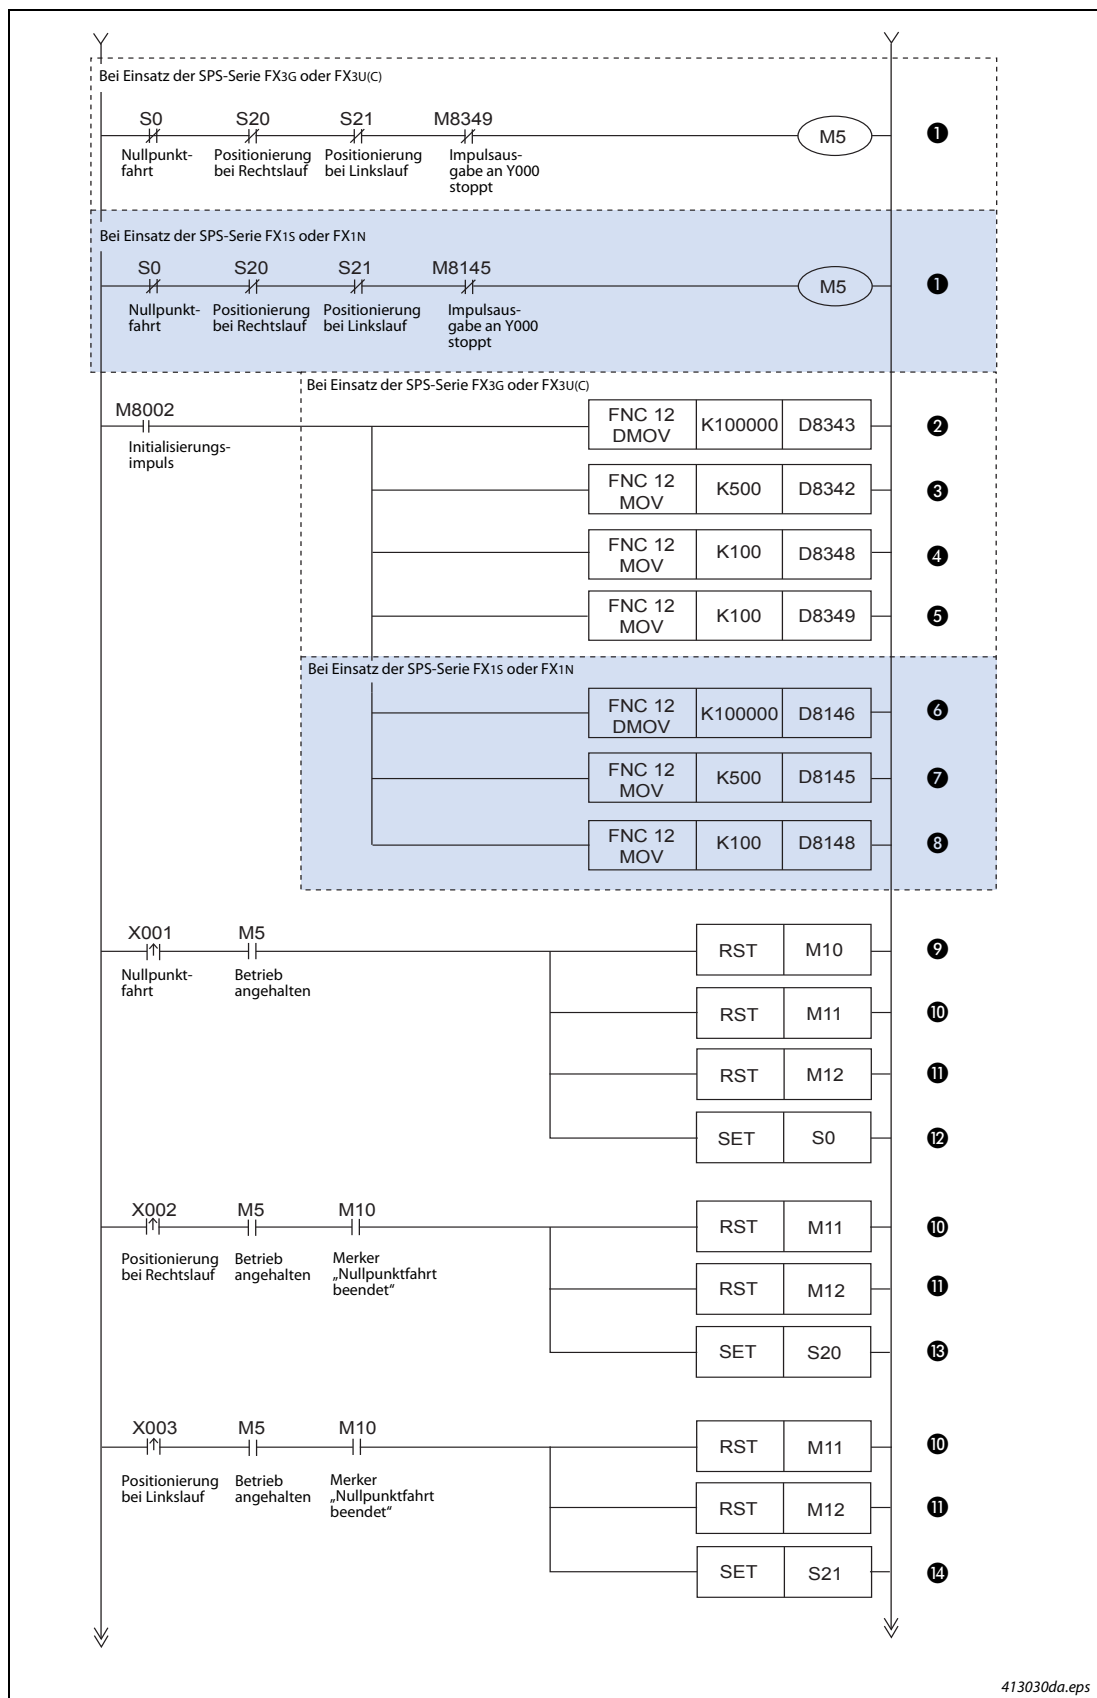

Abb. 4-3: Kontaktplan des Programmbeispiels (2)
❶	Bei einem Signal am Eingang X000 oder fehlendem Signal an Eingang X006 wird die Impulsausgabe an Y000 unverzüglich gestoppt.
❷	Rücksetzen des Merkers „Nullpunktfahrt beendet“.
❸	Rücksetzen des Merkers „Positionierung bei Rechtslauf beendet“
❹	Rücksetzen des Merkers „Positionierung bei Linkslauf beendet“
❺	Freigabe der Nullpunktfahrt durch die Ausgabe des Löschssignals (CLEAR-Signal an Ausgang Y010)
❻	Nullpunktfahrt wird durch Ausgabe des Löschssignals CLEAR am Ausgang Y002 ausgeführt
Tab. 4-5: Beschreibung des Kontaktplans in Abb. 4-3 (1)